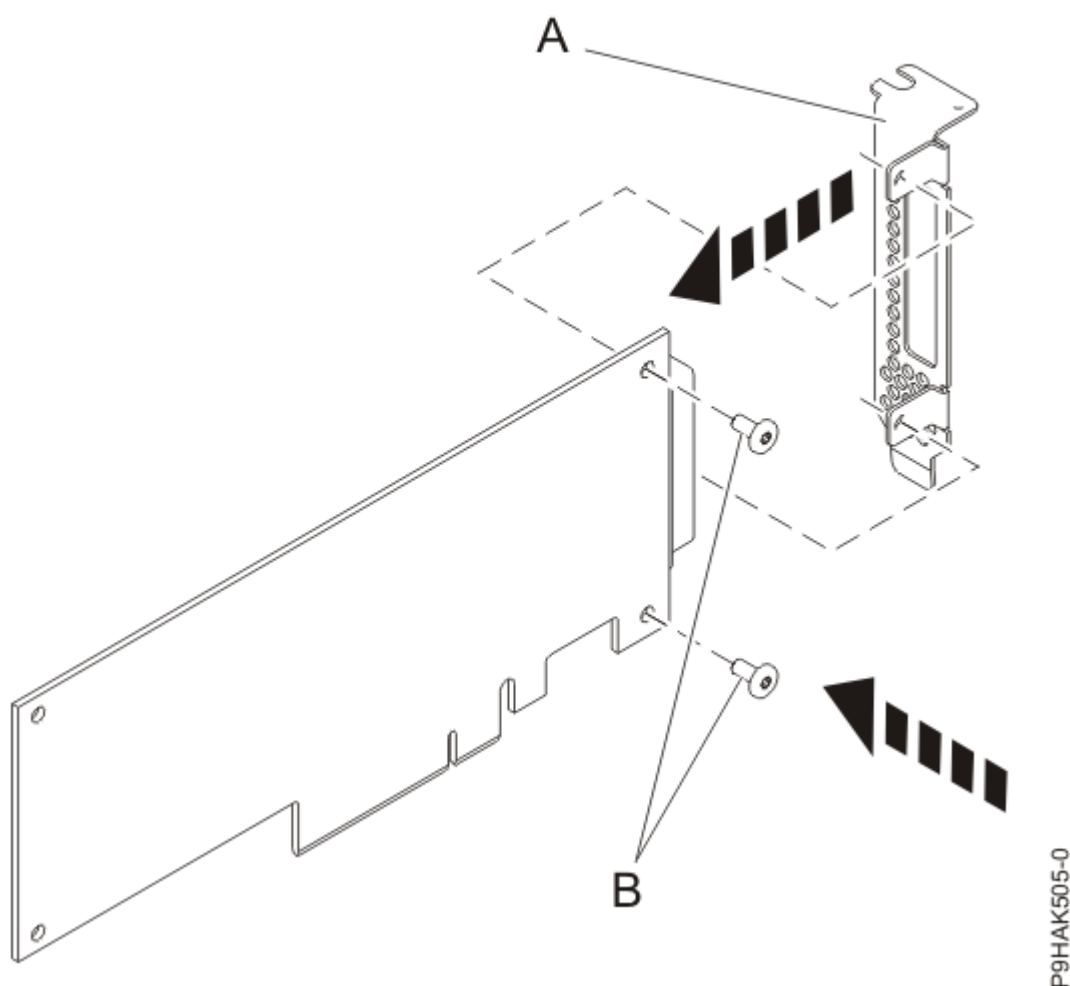

Figure 68. Fixation de l'équerre de montage demi-hauteur à un adaptateur
14. A l'aide d'un tournevis cruciforme et des deux vis de fixation (B), fixez l'équerre de montage (A) de l'adaptateur défectueux au nouvel adaptateur, comme illustré dans la Figure 68, à la page 91.